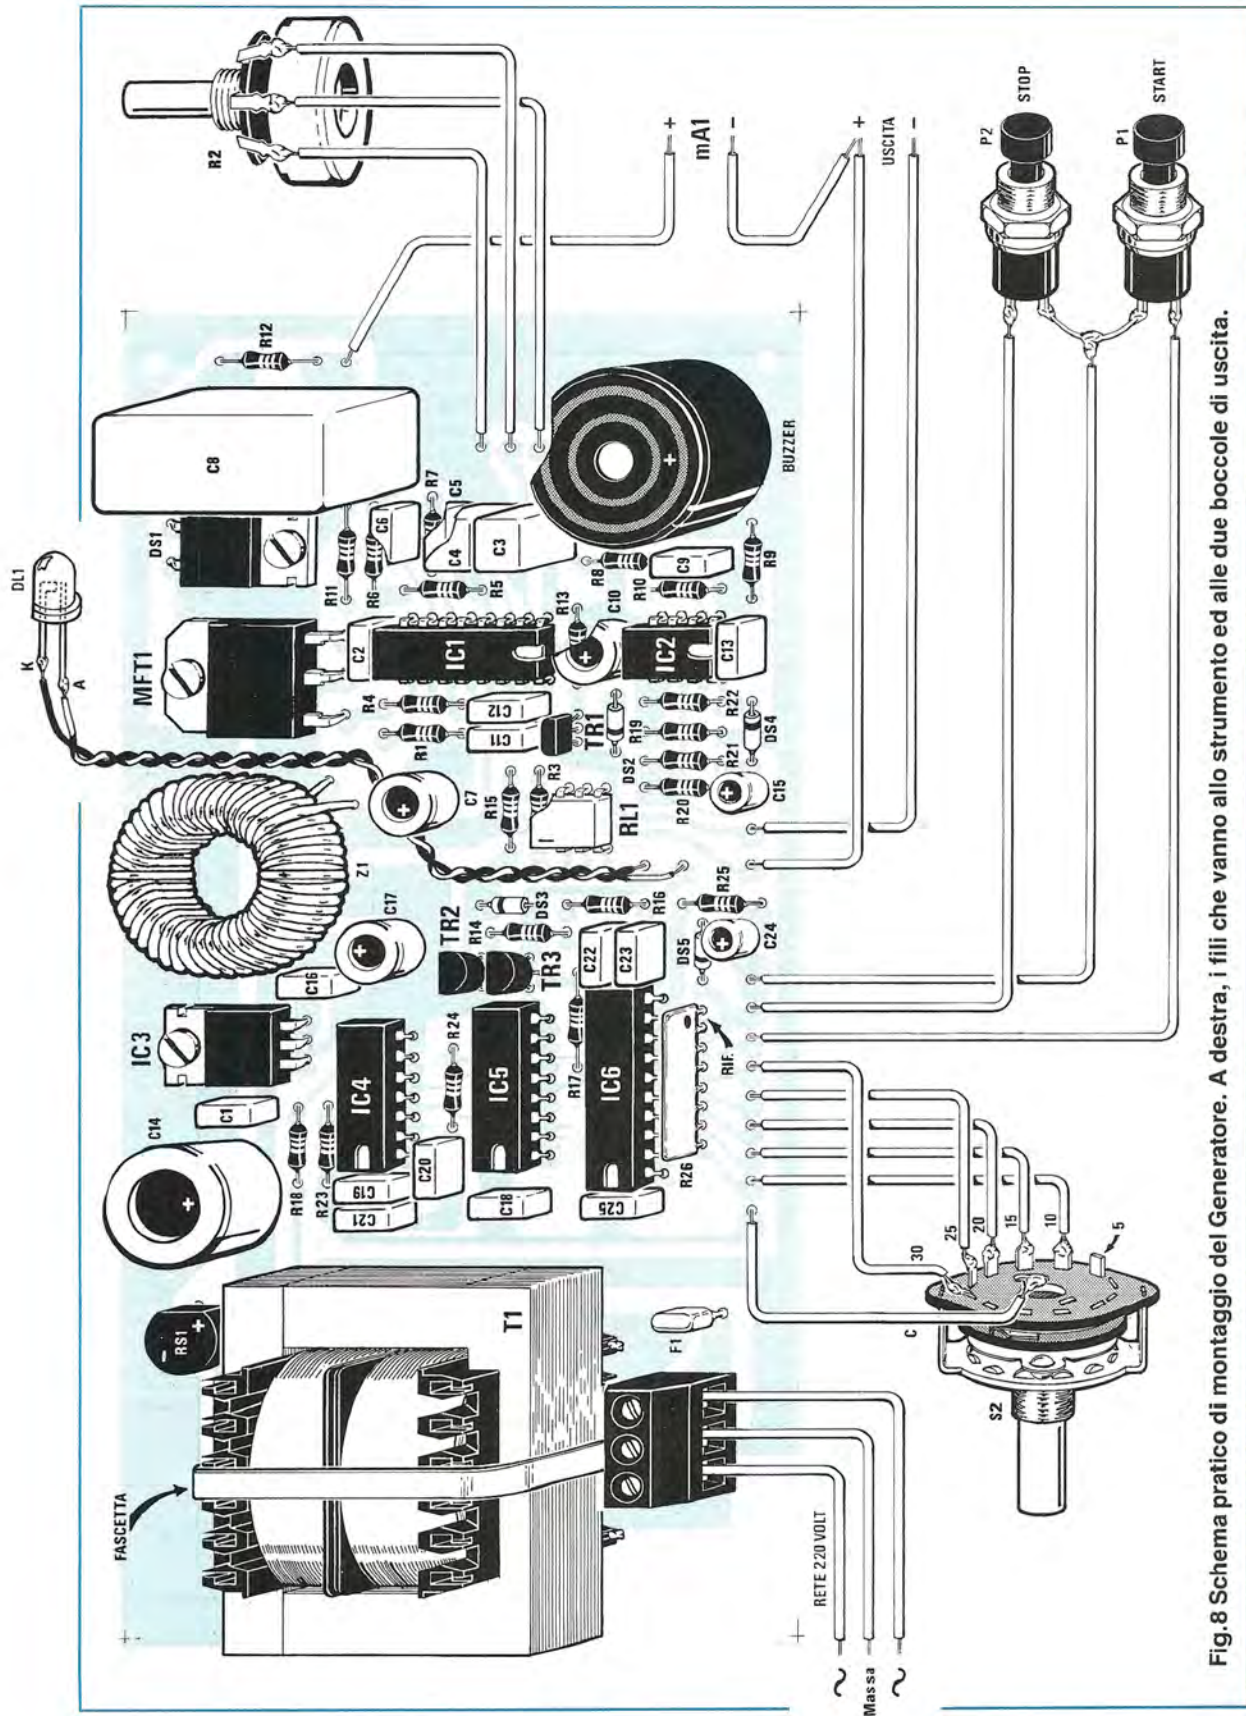

Fig.8 Schema pratico di montaggio del Generatore. A destra, i fili che vanno allo strumento ed alle due boccole di uscita.
**Fig.10** Lo stampato andrà fissato all'interno del mobile con quattro distanziatori plastici con base autoadesiva. Per i collegamenti elettrici con il commutatore rotativo, le boccole d'uscita, lo strumento i pulsanti e il potenziometro vedere la fig.8.
Sul circuito stampato LX.970, un doppia faccia completo di fori metallizzati, dovrete montare tutti i componenti come illustrato in fig.8.